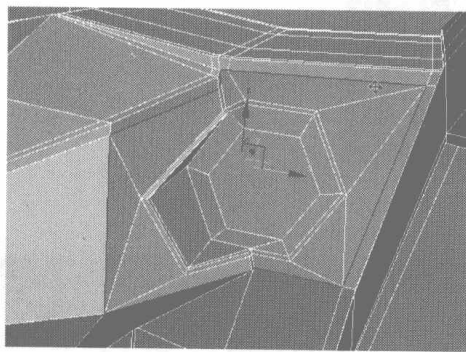
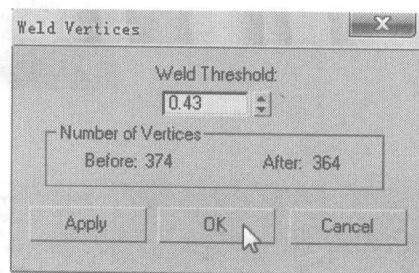

图 6.79
图 6.80
- 15** 切换为曲线编辑，选择如图 6.79 所示的曲线，单击右键，在弹出的快捷菜单中选择 Convert to Vertex 命令，将其转换为点，在 Edit Vertices 卷展栏中单击 **Weld** 右侧的小按钮，在弹出的对话框中设置合并参数，如图 6.80 所示。